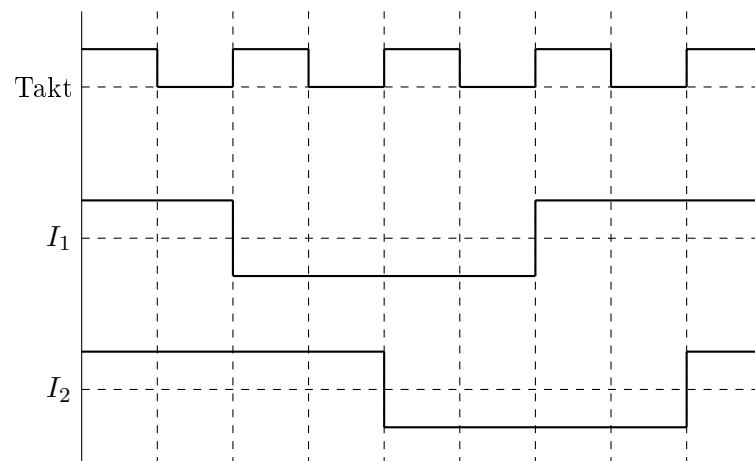
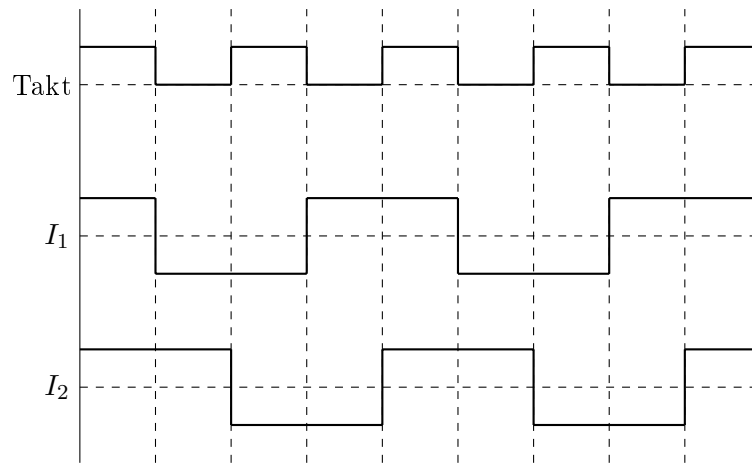

Abbildung 1.2: Stromverlauf Vollschrittbetrieb Rechtslauf
Abbildung 1.3: Stromverlauf Vollschrittbetrieb Rechtslauf, doppelte Schaltfrequenz
b) Der Verlauf der Ströme für den Vollschrittbetrieb wurde in Abbildung 1.2 veranschaulicht.
c) Wenn die Umschaltung der Ströme sowohl bei einer steigenden, als auch bei einer fallenden Flanke erfolgen darf, entspricht das einer Stauchung der in Abbildung 1.2 dargestellten Stromverläufe. Dies wurde in Abbildung 1.3 veranschaulicht.